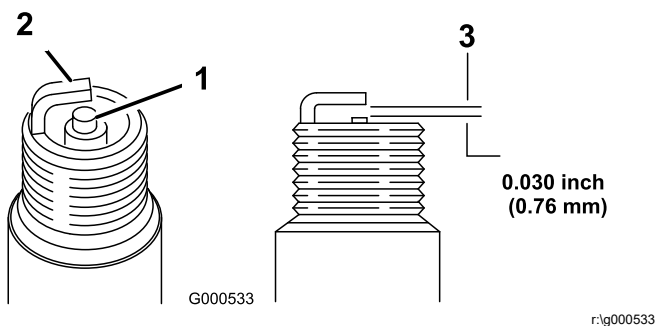

Figure 19
5. Réglez l'écartement des électrodes à 0,76 mm (0,03 po) (Figure 19).